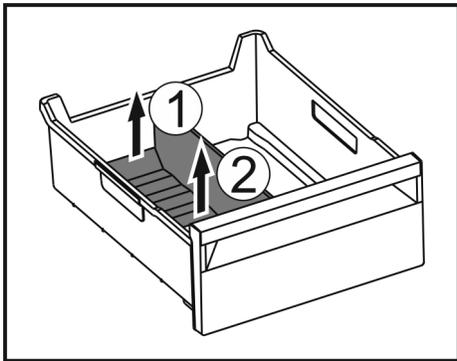

Fig. 114
- ▶ Soulever la partie arrière du séparateur de congélateur. Fig. 114 (1)
- ▶ Retirer le séparateur de congélateur par le haut. Fig. 114 (2)